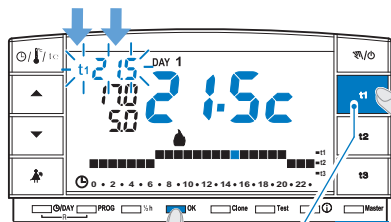

fig. 31
- Sous 8 secondes, appuyer simultanément sur la touche correspondante (t1 ou t2) et sur la touche OK; une fois le blocage effectué, le symbole (t1 ou t2) et la valeur correspondant à côté clignotent (exemple sur la fig. 31).